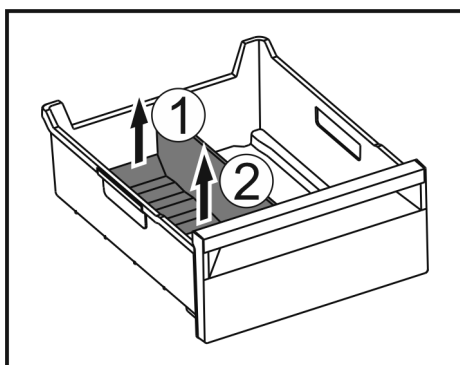

Fig. 249
- Soulever la partie arrière du séparateur de congélateur. Fig. 249 (1)
- Retirer le séparateur de congélateur par le haut. Fig. 249 (2)